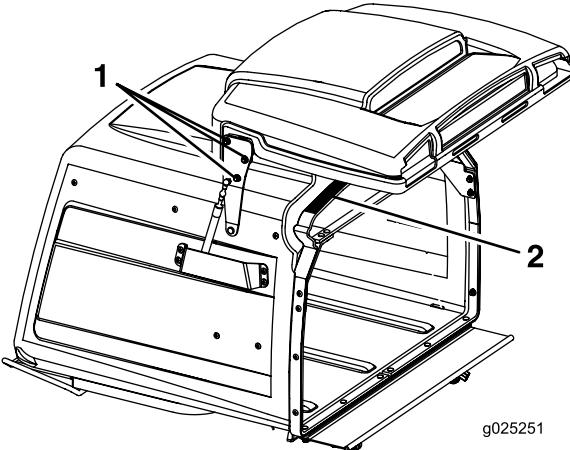

Figura 62
3. Afloje las seis tuercas de las bisagras de la puerta (Figura 62).
4. Abra la puerta y coloque una tira de goma de 9.5 mm (3/8") o una manguera de 9.5 mm (3/8") de diámetro entre la tolva y la puerta de la tolva (Figura 62).